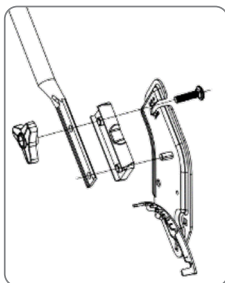

Fig. 1
1. Retirez la partie inférieure du guidon. Insérez la plaque isolante dans les fentes gauche et droite du guidon. Alignez toutes les pièces et fixez-les avec deux boulons à collet carré M8×35, puis serrez à l'aide des boutons de verrouillage triangulaires (Fig. 1). (Remarque : pour le modèle à poussée manuelle, remplacez les boulons M8×35 par des boulons M8×26. N'utilisez pas la plaque isolante).